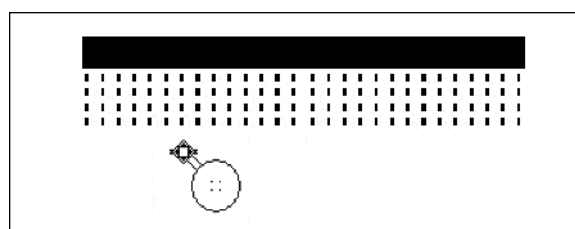

Fig. 45
1.  Preseleccionar el compartimento de los discos (Fig. 45).